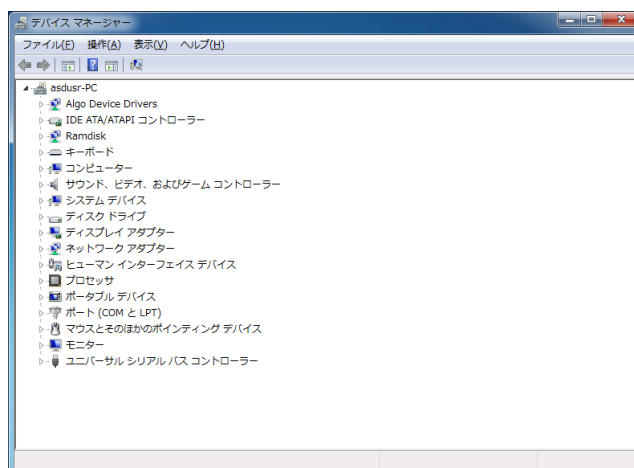

図 3-3-7-1. デバイス マネージャー
- ① スタートメニューから [コントロール パネル] を選択します。
- ② [コントロール パネル] が開きます。[システム] を実行します。
- ③ ダイアログが開きます。[デバイス マネージャー] を選択します。
- ④ [デバイス マネージャー] が開きます。(図 3-3-7-1)